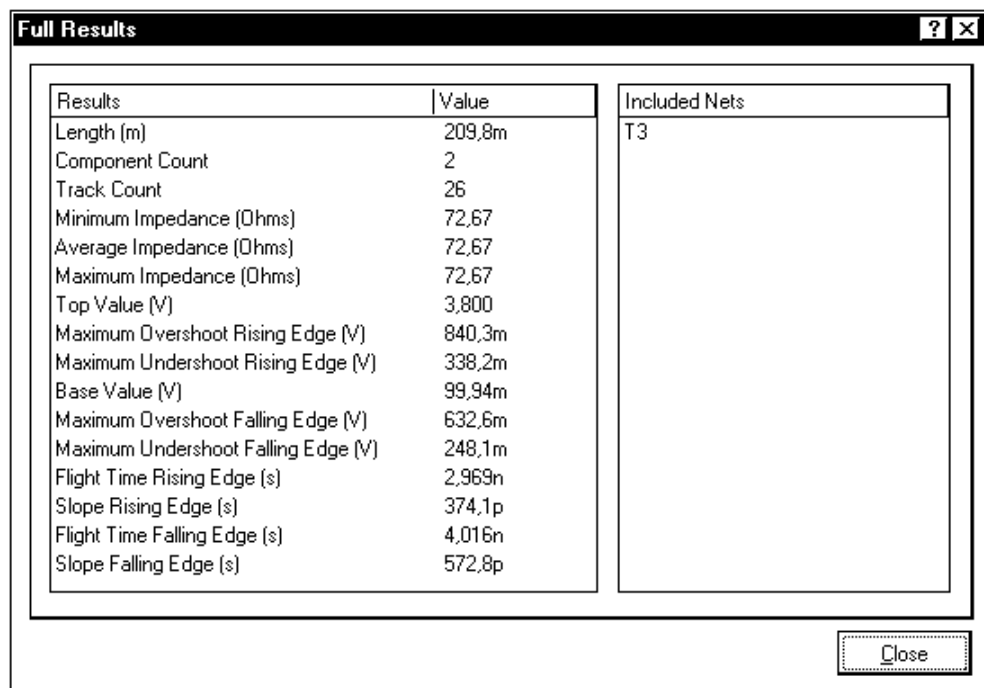

Рис. 10.9. Сводка результатов предварительного анализа выбранной цепи
- **Details** — по этой команде выводится окно с полным списком результатов первичного анализа для выбранной цепи (рис. 10.9);
противлению печатного проводника, составляющему, по результатам предварительного анализа, 72,6 Ом (см. рис. 10.9).